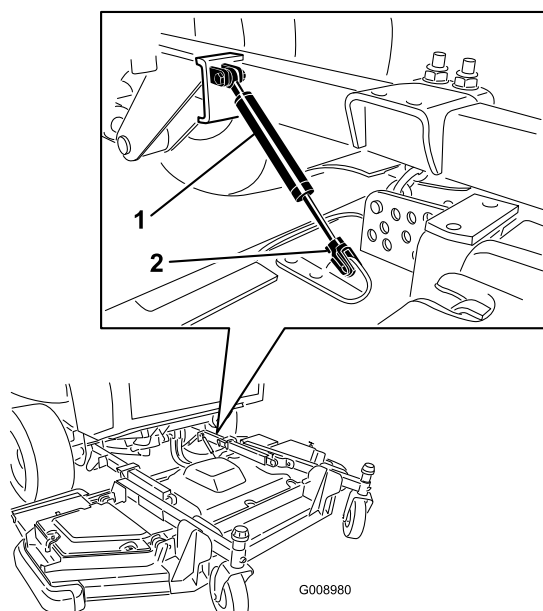

Figura 3
6. Retire el clip de retención, y desconecte el amortiguador de la unidad de corte (Figura 3).
11. Acerque el amortiguador al soporte de la unidad de corte. Instale el espaciador y el pasador elástico para fijar el amortiguador a la unidad de corte (Figura 3).